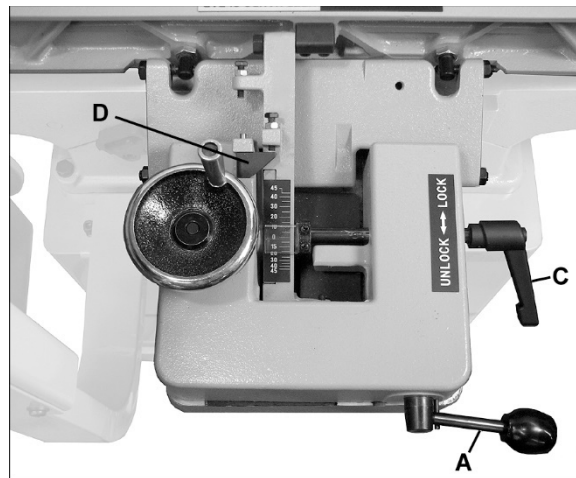
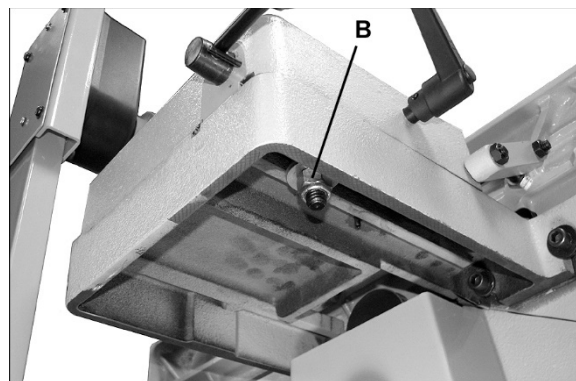

Рис. 27
Рис. 28
См. Рис. 27.
ПРИМЕЧАНИЕ: ручку фиксации (А, Рис. 27) можно установить в более удобное положение. Для этого ослабьте шестигранную гайку под литым основанием упора (В, Рис. 28), установите ручку в нужное положение и снова затяните шестигранную гайку.
1. Ослабьте запорную рукоятку (С, Рис. 27).
2. Выщелкните стопорный блок (D).